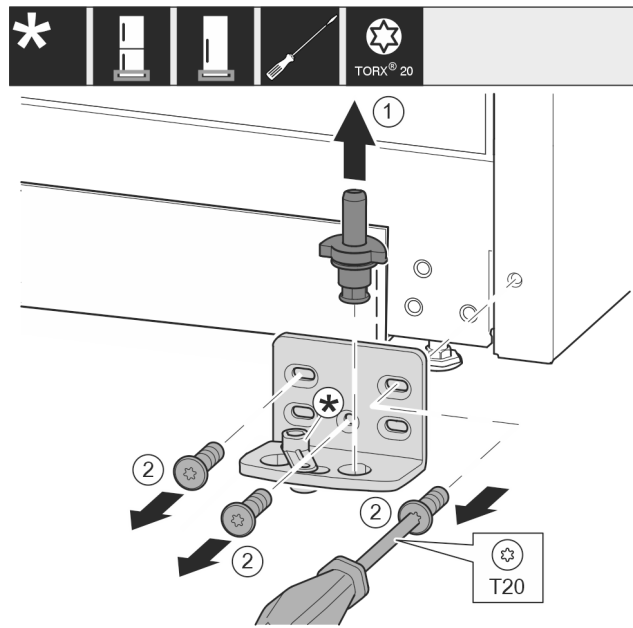

Fig. 15
- ▶ Опорный палец Fig. 15 (1) полностью извлеките движением вверх.
- ▶ Открутите винты Fig. 15 (2) отверткой и снимите опорный кронштейн.